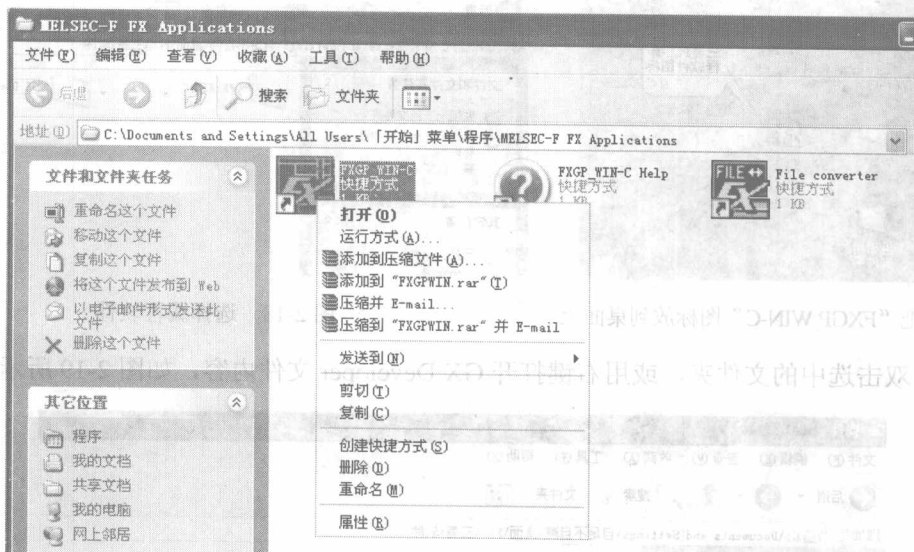

图 2-15 选中“FXGP_WIN-C”图标
(14) 在图 2-15 中,选中“FXGP_WIN-C”图标,然后单击鼠标右键,点击下拉菜单中的“发送到(N)”。